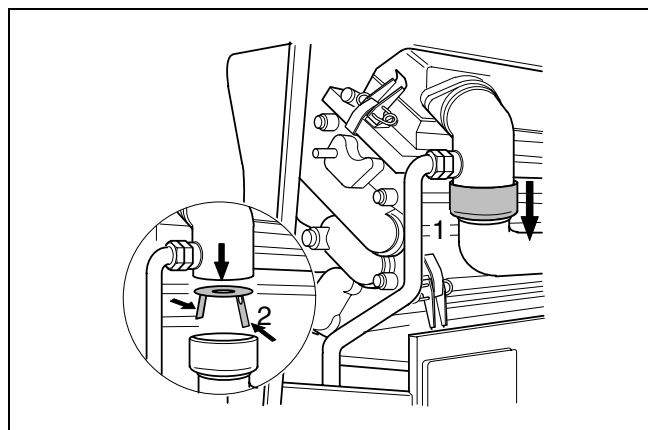

Abb. 41 Luftdüse wechseln
- Schlauch zum Gebläse abziehen (Abb. 41, Pos. 1) und Luftdüse (Abb. 41, Pos. 2) entnehmen.